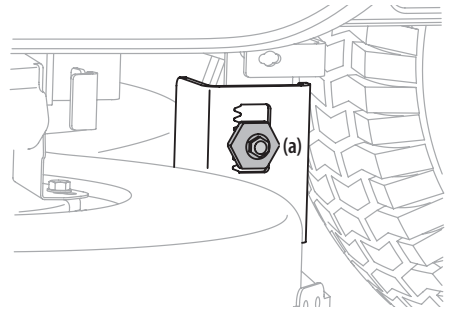

Figura 28
- Debajo de los guardabarros traseros dentro de las ruedas, hay un perno de cabeza hexagonal de ajuste de elevación para cada lado de la plataforma. Consulte la Figura 28.
- Afloje, pero NO extraiga, el perno de cabeza hexagonal (a) ubicado en el soporte de suspensión izquierda de la plataforma. Consulte la Figura 28.
- Una vez logrado el ajuste correcto, ajuste el perno de cabeza hexagonal (a) del soporte de suspensión izquierda de la plataforma. Consulte la Figura 28.